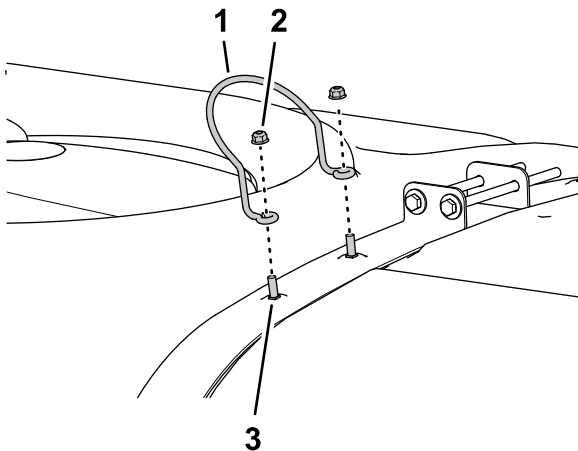

Figure 12
1. Retirez les 2 contre-écrous à embase qui fixent la butée du couvercle de la cuve du pulvérisateur sur les 2 boulons de carrosserie de la sangle arrière, et déposez la butée (Figure 12).